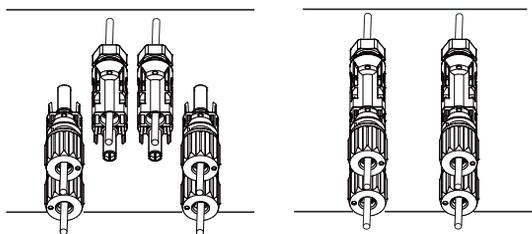

图5.6 直流输入端连接
d) 最后，将直流电连接器插入逆变器的正极和负极输入端，如图5.6所示。